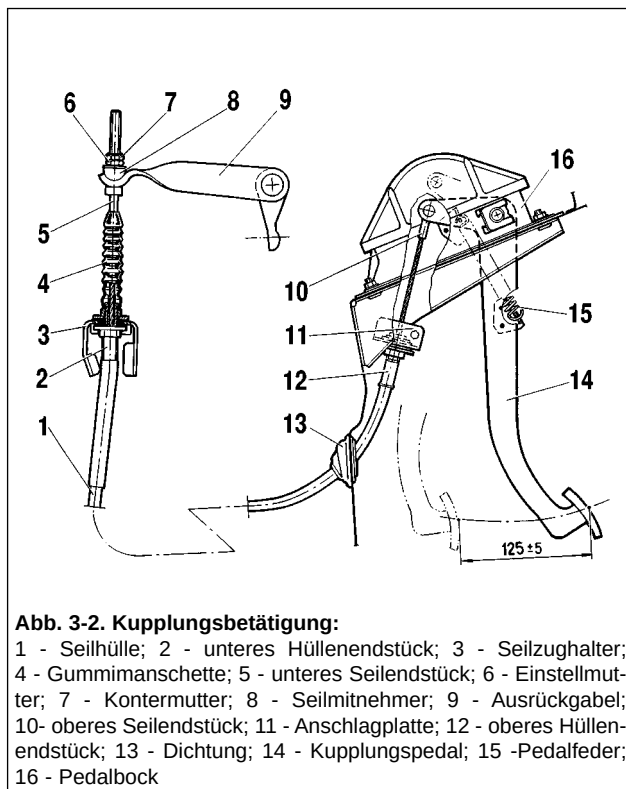

Abb. 3-2. Kupplungsbetätigung:
Das Kupplungspedal 14 (Abb. 3-2) wird am Pedalbock 16 befestigt. Der Pedal-Oberteil ist mit dem Seilendstück 10 gekoppelt. Das obere Endstück der Hülle 12 ist am Kupplungspedalbock mit einer Federplatte 11 befestigt. Das untere Endstück der Hülle 2 sitzt fest am Seilzughalter 3. Der Seilmitnehmer 8 ist mit der Ausrückgabel 9 verbunden.
Um den Seilzug auszubauen, das Endstück der Hülle 2 (Abb. 3-2) lösen und den Unterteil des Seilzuges aus der Aufnahmebohrung am Halter 3 herausziehen. Anschließend die Muttern 6 und 7 lösen und den Mitnehmer 8 von der Ausrückgabel 9 abschrauben.
- den Mitnehmer des Kupplungsseils, die Pedalbuchs, den Pedalhebel und das Seilendstück 10 (Abb. 3-2) mit Fett ЛСЦ-15 oder Литол-24 schmieren.
Der Kupplungspedalweg soll beim Durchtreten bis zum Anschlag 120-130 mm betragen. Zum Nachstellen die Lage des unteren Gewindestücks 5 mit Nachstellmutter 6 (Abb. 3-2) ändern. Der Pedalweg kann sich während des Fahrzeugbetriebs infolge der verschlissenen Kupplungsbeläge vergrößern. Der max. zulässige Pedalweg soll dabei nicht 155 mm überschreiten.